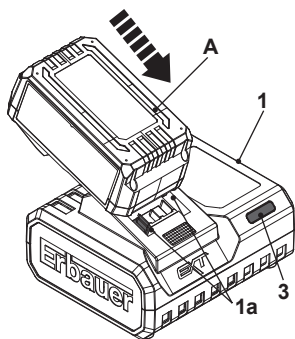
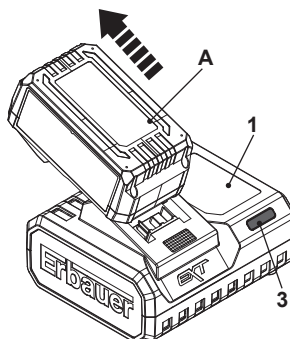

Fig. 2
Fig. 3
1. Aligner la batterie (A) sur les glissières (1a) du chargeur (1) et la faire glisser jusqu'en butée. S'assurer que les contacts électriques du chargeur (1) sont complètement insérés dans la batterie (A) (Fig. 2).
3. L'indicateur de niveau de charge (3) clignote en vert et la ventilation du chargeur (1) fonctionne en continu en émettant un bruit.
4. L'indicateur de niveau de charge (3) reste vert une fois la charge terminée (cela prend normalement 1 heure, voir la section « Indicateur de niveau de charge » ci-dessous pour connaître les niveaux de charge). Débrancher le chargeur (1) de l'alimentation.
5. Retirer la batterie (A) du chargeur (1) (Fig. 3)